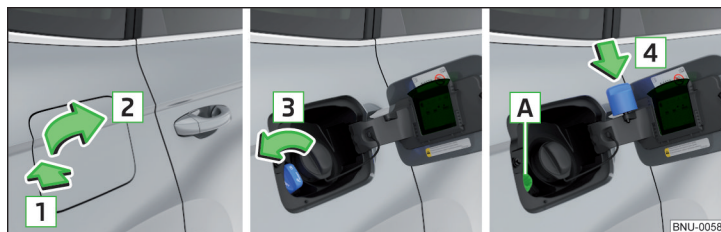

Fig. 304 Ouvrir la trappe du réservoir / Dévisser le bouchon du réservoir / Placer le bouchon du réservoir sur la trappe du réservoir
- Pour retirer le cache, appuyez dessus dans le sens de la flèche **1** et retirez-le dans le sens de la flèche **2** » fig. 304.